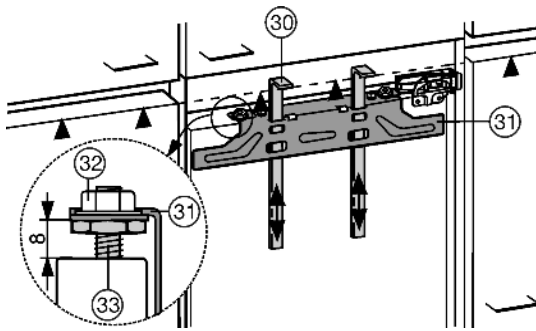

Fig. 20
Для обеих дверец потребуются монтажные приспособления Fig. 20 (30). Поэтому монтируйте мебельные дверцы по очереди.
- ▶ Монтажные приспособления Fig. 20 (30) сдвиньте вверх на высоту мебельной дверцы. Нижняя упорная кромка ▲ монтажного приспособления = верхней кромке подлежащей установке мебельной дверцы.